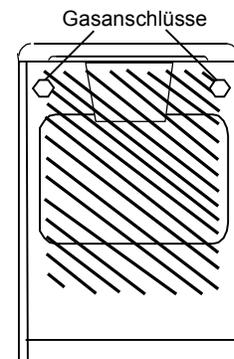

Abb. 14
- Bei Verwendung des Sicherheitsschlauches darauf achten, daß dieser frei verlegt wird und nicht durch heiße Zonen (schraffierter Bereich - Abb. 14) geführt wird.